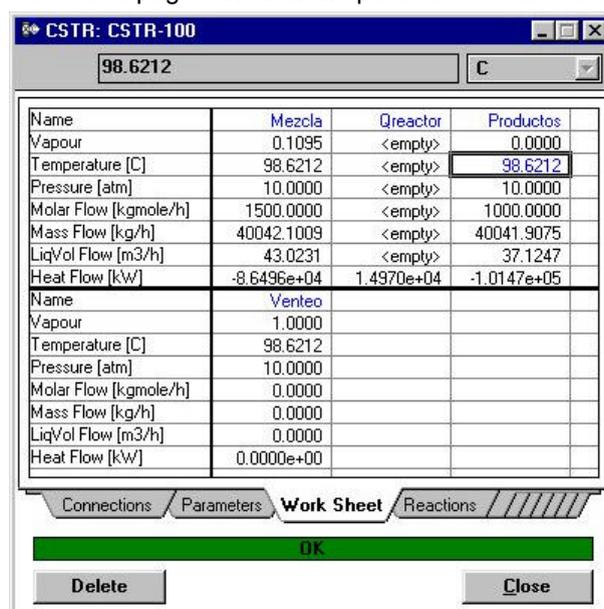

Fig. 24
I) **Isotérmico:** Para ejemplificar ingresar el valor 98.6212 °C (valor correspondiente a la mezcla de reactivos) en la celda de temperatura de la corriente **Productos**. La leyenda **Not Solved** debe cambiar a **OK**, en color verde. Ver Fig. 24. Nótese que se han completado todos los valores de las corrientes **Productos** y **Venteo**. Podemos ir a la página **Reactions** para ver el % de conversión alcanzado.